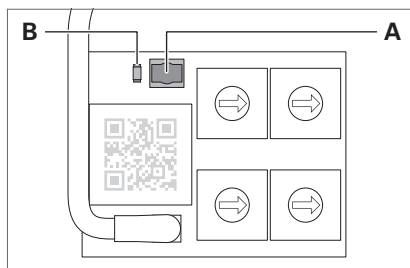

Fig. 10: Touche et LED.
- Appuyez sur la touche **A** et maintenez-la appuyée pendant cinq secondes, voir Fig. 10.